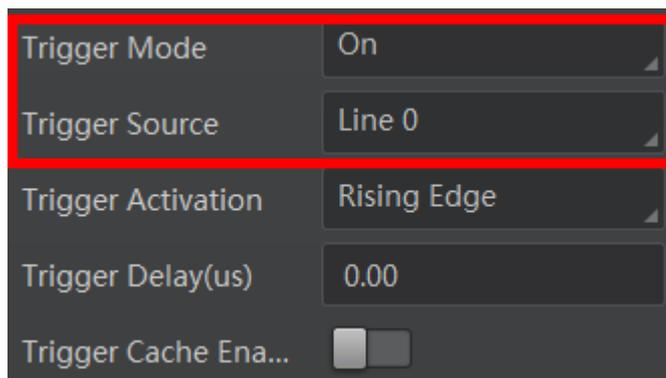

图5-7 Line 0 设置为触发源
2. *Trigger Source* 参数下拉选择 *Line 0*，如图 5-7 所示。